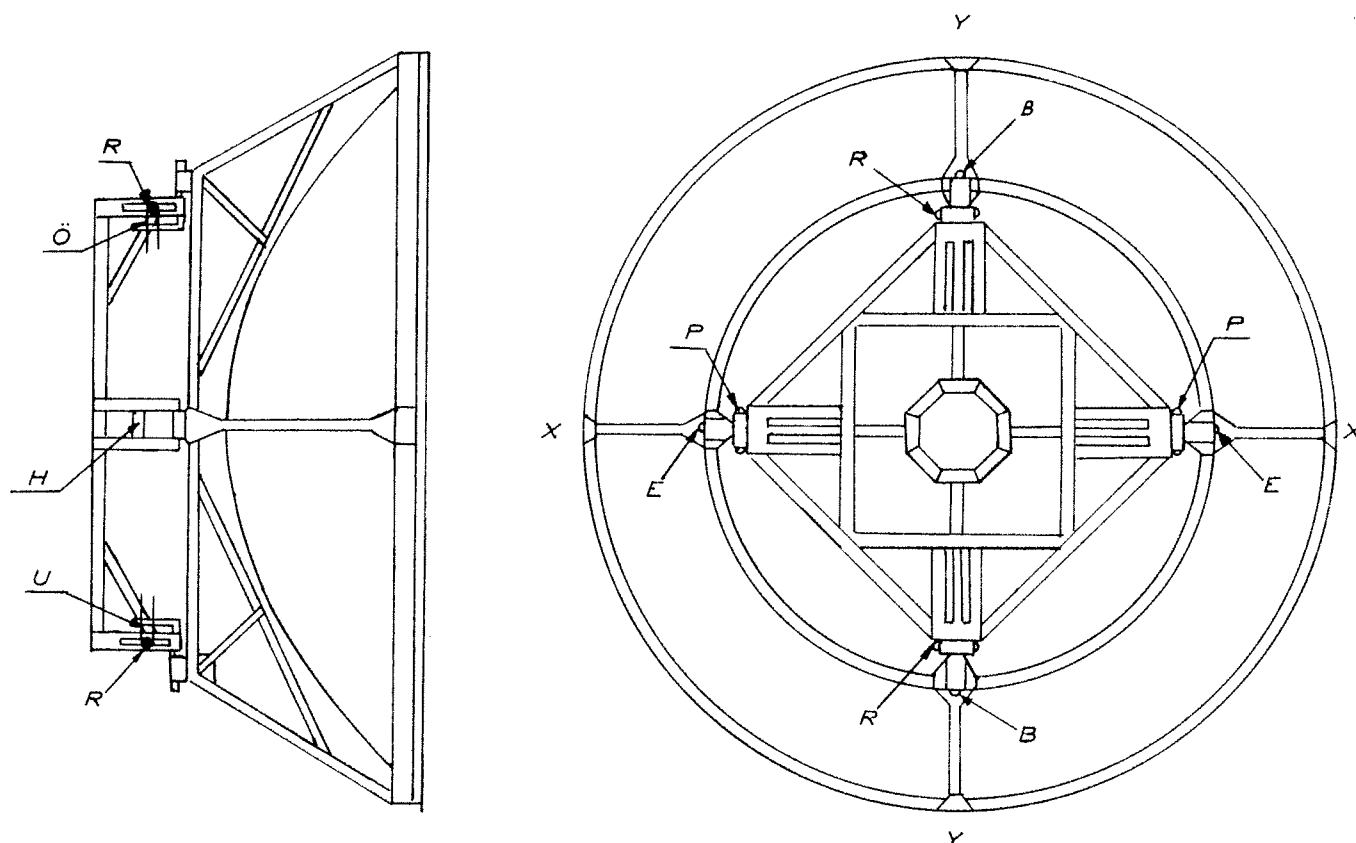

Bild 5
Vridjustering i horisontalplanet kan även utföras på antenntarmen och tillgår på följande sätt (se bild 5):
- Ställ in önskat läge på antennen. Antennen vrids medurs kring y-axeln genom att muttrarna för den högra ställskruven H och den vänstra ställskruven (inte synlig på bild 5) samtidigt skruvas inåt respektive utåt. Antennen vrids moturs om motsvarande muttrar samtidigt skruvas utåt respektive inåt.